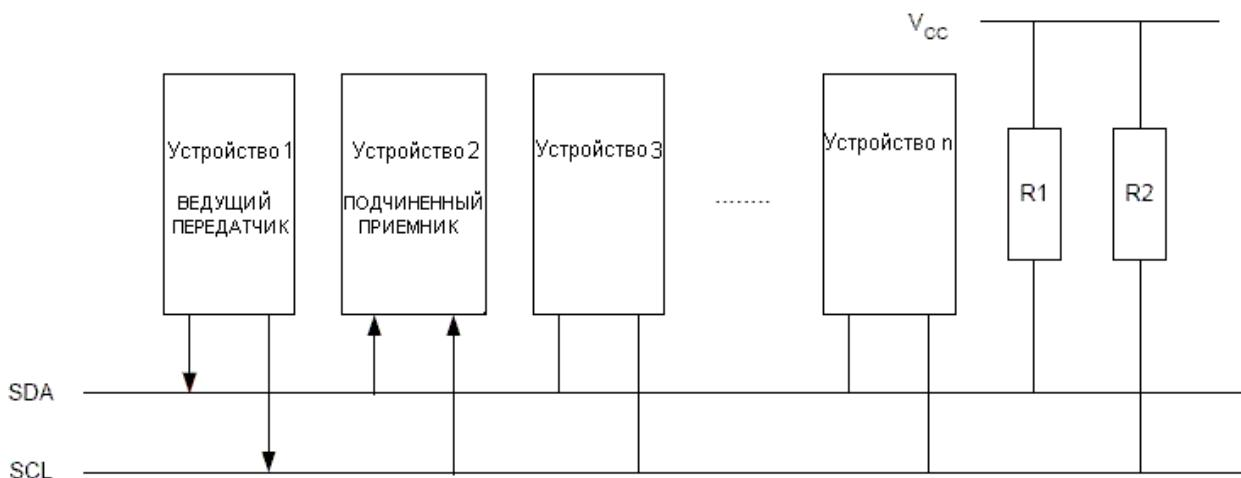

Рисунок 3.84 - Передача данных в режиме ведущего передатчика
В режиме ведущего передатчика (MT) байты данных передаются подчиненному приемнику (SR) (см. рисунок 3.84). Для ввода режима ведущего необходимо передать условие СТАРТ. Формат следующего адресного пакета определяет какой режим вводится: ведущий передатчик (MT) или ведущий приемник (MR). Если передается ПОДЧИН_АДР+ ЗАПИСЬ, то вводится режим MT (ведущий передатчик), а если ПОДЧИН_АДР + ЧТЕНИЕ, то вводится режим MR (ведущий приемник). Все упоминаемые в этом разделе коды состояния в позиции бит предделителя имеют нулевые значения.